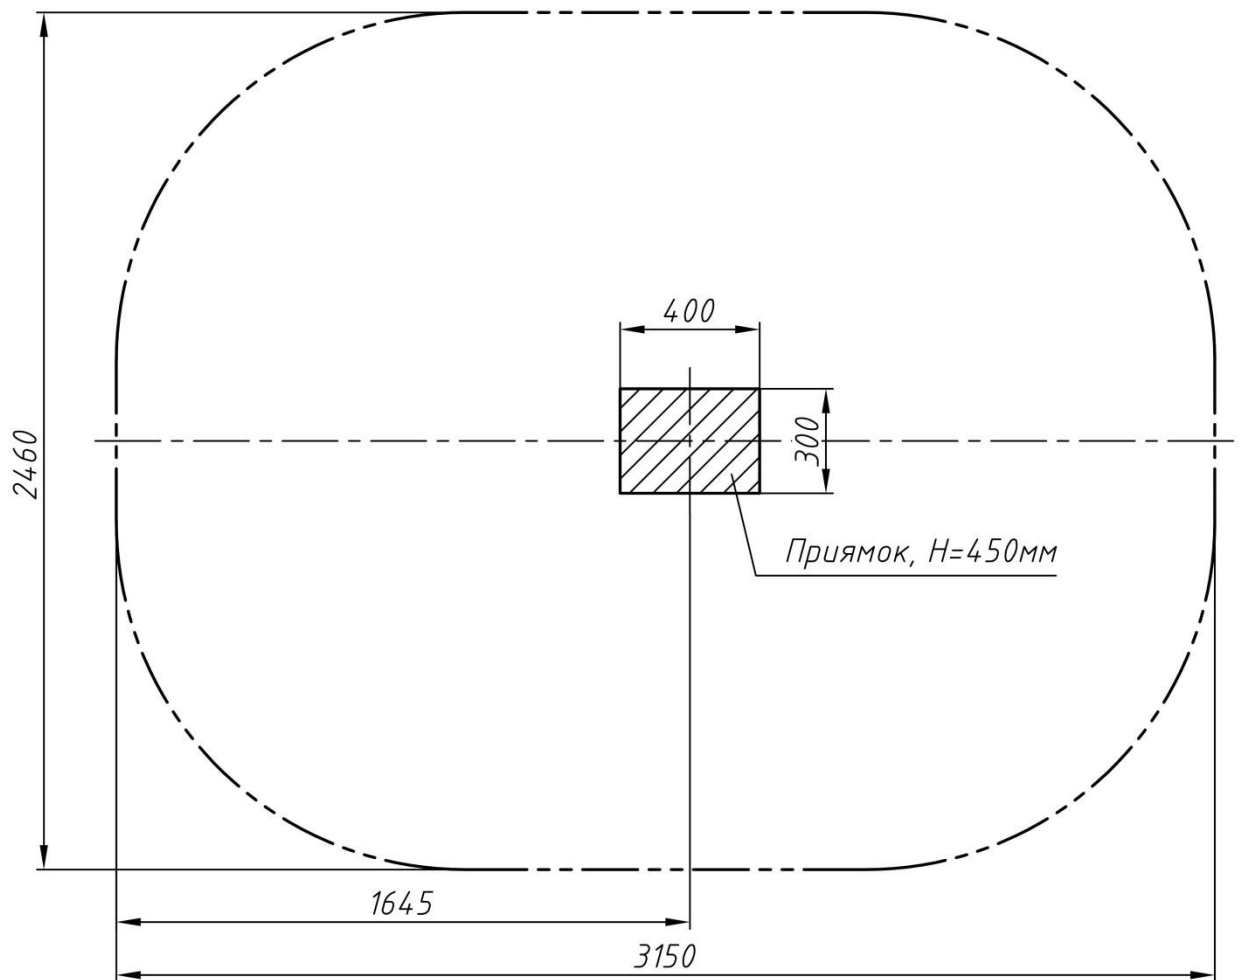

Рис.3 План фундаментного прямка качалки РТР 029-04
3.6. Монтаж качалки на пружине заключается в бетонировании фундаментного блока и закреплении на нем пружинного блока. Фундаментный приямок выполнить в соответствии с планом фундамента (рис. 3).